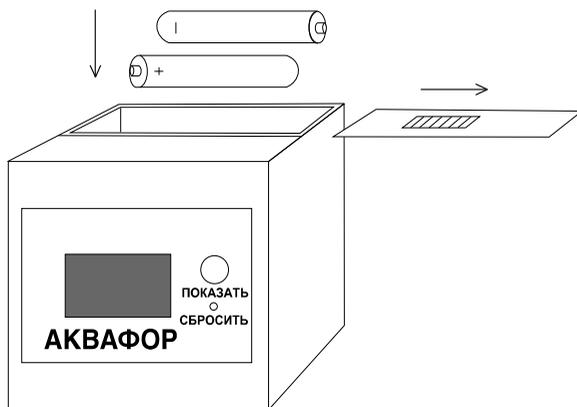

Рис. 4
Подготовка к работе индикатора ресурса АКВАФОР (13) (рис. 4)